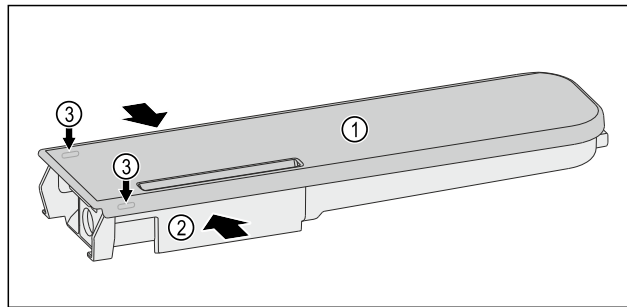

Fig. 241
- Presați rezervorul de apă Fig. 241 (2) împreună și trageți cu grijă capacul Fig. 241 (1) peste ciocurile opri-toare Fig. 241 (3) și trageți-l în sus.
- Mișcați ușor capacul Fig. 241 (1) înainte și înapoi și scoateți-l în sus.